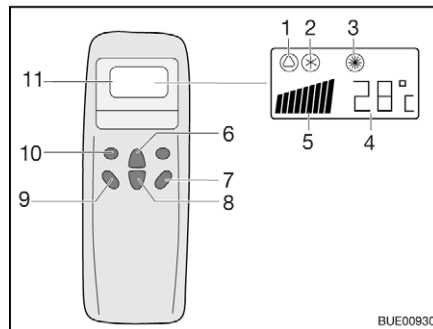
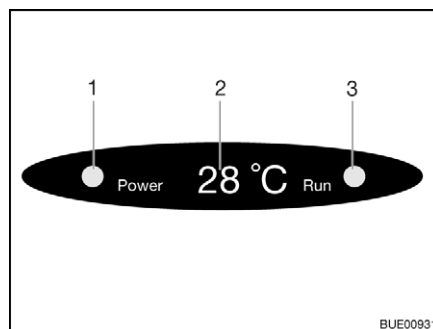

Fig. 216 Telecomando
Fig. 217 Display su diffusore
- Premere il tasto "ON/OFF" (Fig. 216,7).
- Premere il tasto "Mode" (Fig. 216,10) spesso, finché la modalità desiderata (Fig. 216,1, 2 o 3) viene visualizzata sul display. La spia di controllo relativa sul display sul diffusore (Fig. 217,3) si accende.
- Con i tasti di aumento della temperatura (Fig. 216,6) o di riduzione della temperatura (Fig. 216,8) regolare la temperatura desiderata.
- Con il tasto numero di giri ventola (Fig. 216,9) selezionare il livello desiderato per la ventola.